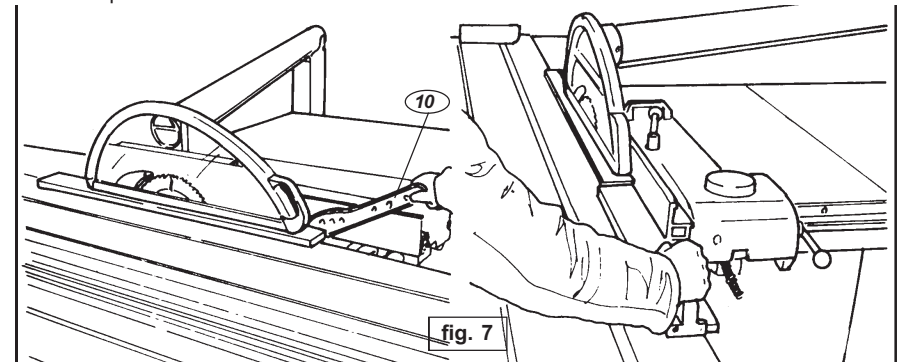

fig. 7
| 10- Empujador de madera (fig. 7) | 11- Perno de bloqueo |
- Se debe usar el empujador de madera en el caso de elaboración de piezas pequeñas o estrechas (véase fig. 7).
Utilizar siempre el empujador de madera (10) en dotación cuando sea necesario, especialmente para cortar piezas estrechas o de espesor pequeño (véase fig. 7).